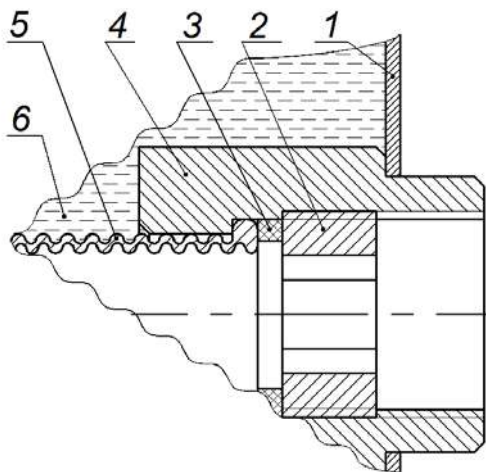

Рисунок 5.
7.1. Установить кран отключения проточного водонагревателя от водопровода. При подключении водопровода к резьбовым фитингам водонагревателя не допускать ослабления обжимной гайки (поз.2 на рис.5).